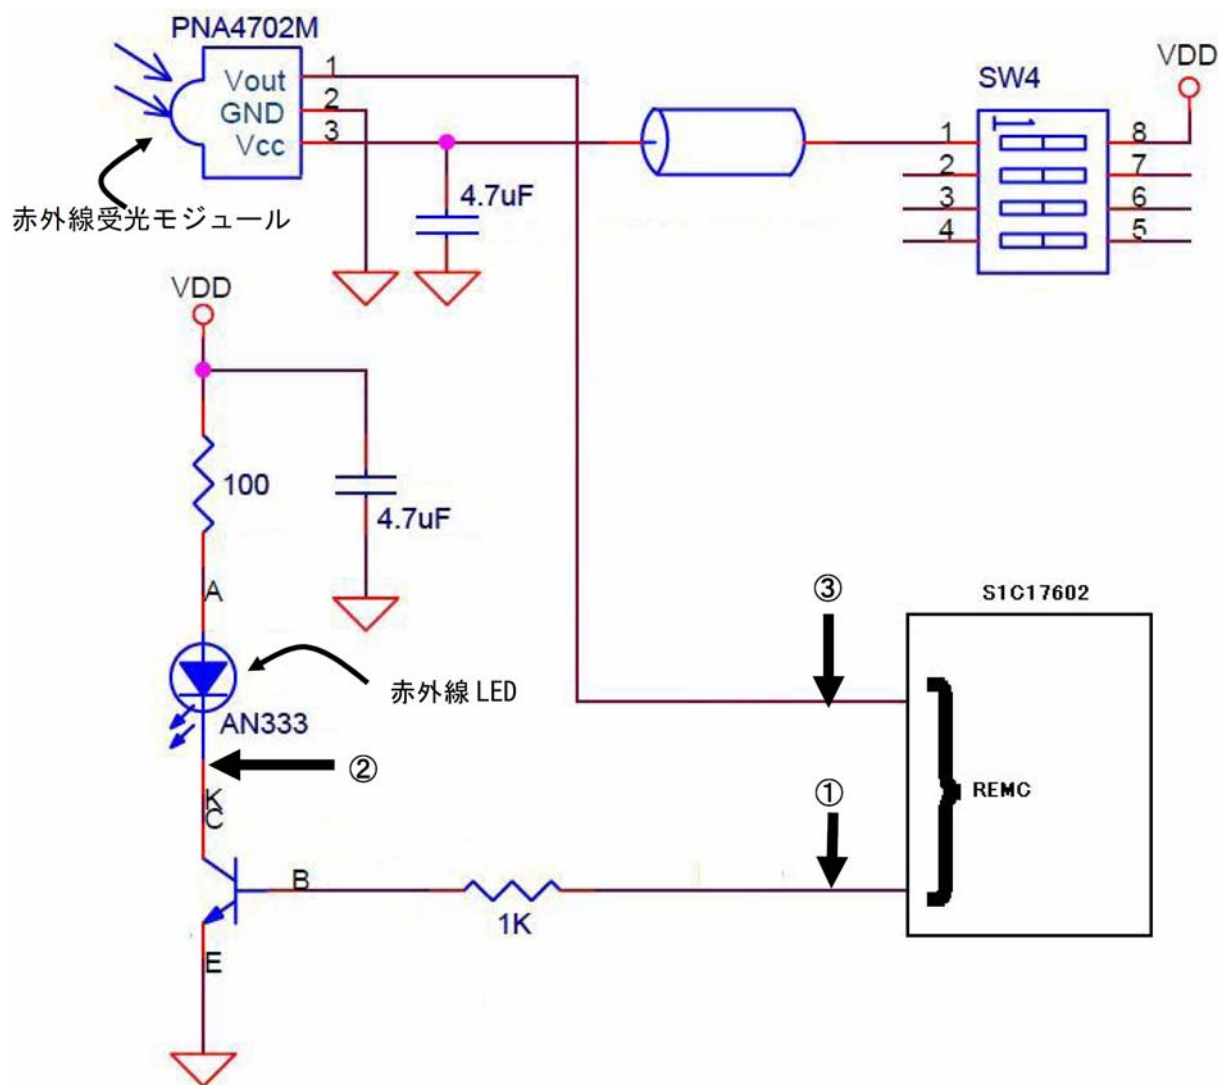

図 10.1 赤外線 LED/受光モジュール送受信回路
SVT17602 CPU ボードに搭載の赤外線 LED (AN333)/赤外線受光モジュール(PNA4702M)は、以下図 10.1 のように、S1C17602 のリモートコントローラ端子(P01/REMI、P00/REMO)に接続されています。
この場合の送受信波形(図 10.1)の①～③の観測波形を図 10.3 に示します。